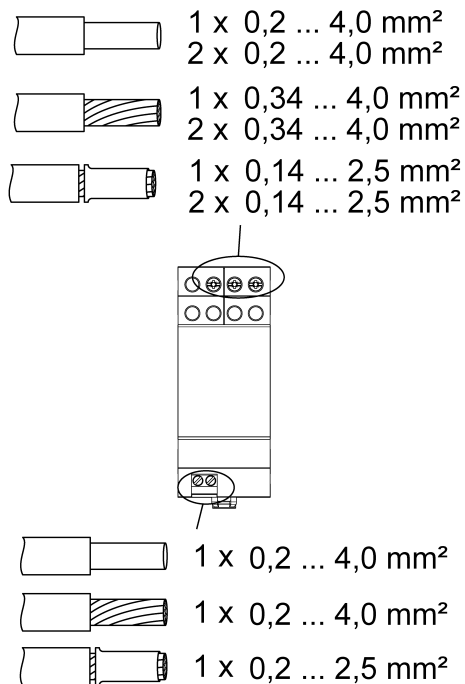

Figure 3: Section transversale de conducteur pouvant être bloquée
- Respecter les sections transversales des bornes de raccordement pouvant être bloquées (Figure 3).